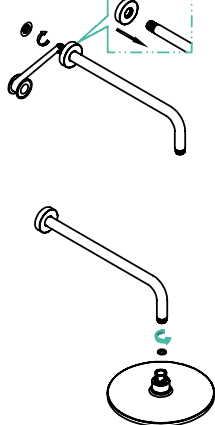

Рис. 7
8. Накрутите кронштейн для верхнего душа через декоративный отражатель в подготовленное отверстие в стене, предварительно уплотнив резьбовую часть изоляционным материалом (рис. 7). При этом положение выхода для верхнего душа должно быть направлено вертикально вниз. Проверьте, что в гайке верхнего душа лежит уплотнительная прокладка. Накрутите душ на резьбовой выход кронштейна и затяните без применения инструмента.